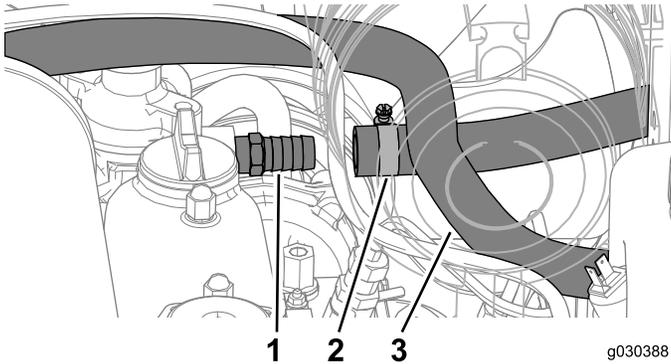

**Figure 38**
1. Localisez, débranchez et déposez la sonde de température, comme montré à la Figure 38.